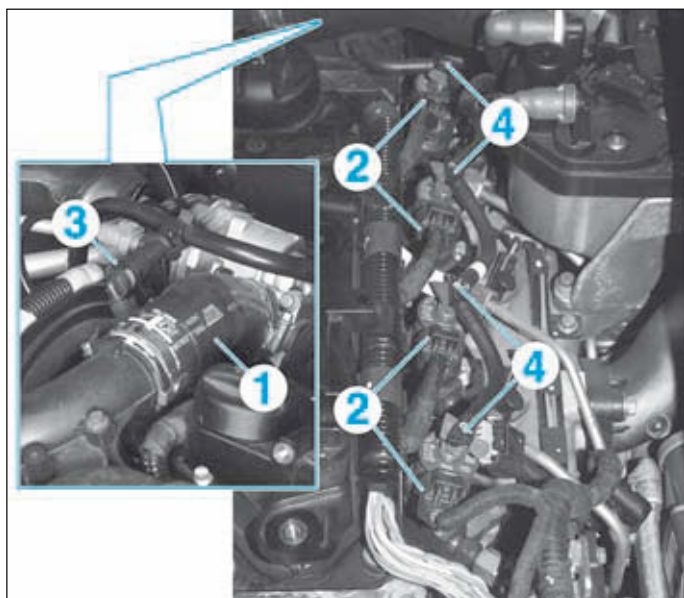
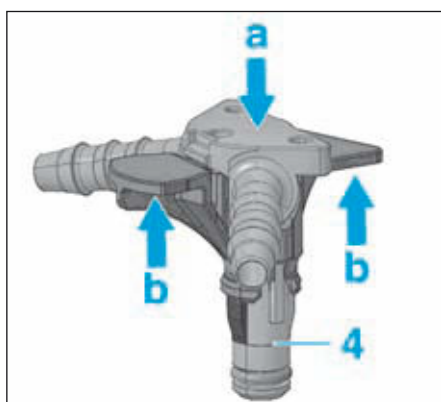

FIG.45
FIG.46
- Déposer le conduit d'air (1) (Fig.45).
- Débrancher les connecteurs (2).
- Débrancher et obturer le raccord (3).
- Débrancher les raccords (4) de la rampe de retour de carburant en les poussant en (a) tout en tirant en (b) (Fig.46).